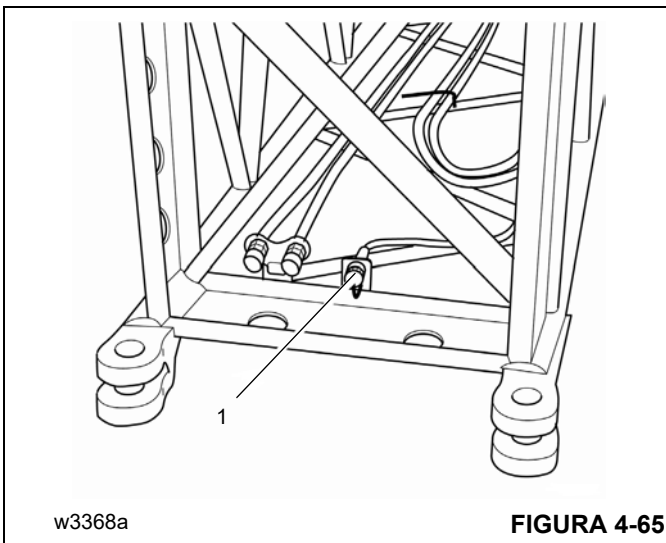

FIGURA 4-65
Hay un receptáculo (1) en la parte delantera de cada inserto de 20 pies (6.1 m) Figura 4-65.